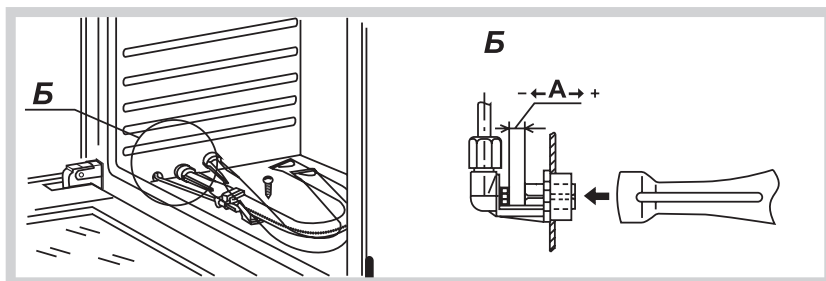

Рис.18
- Выкрутить шуруп и достать горелку из корпуса сопла (рис. 18).